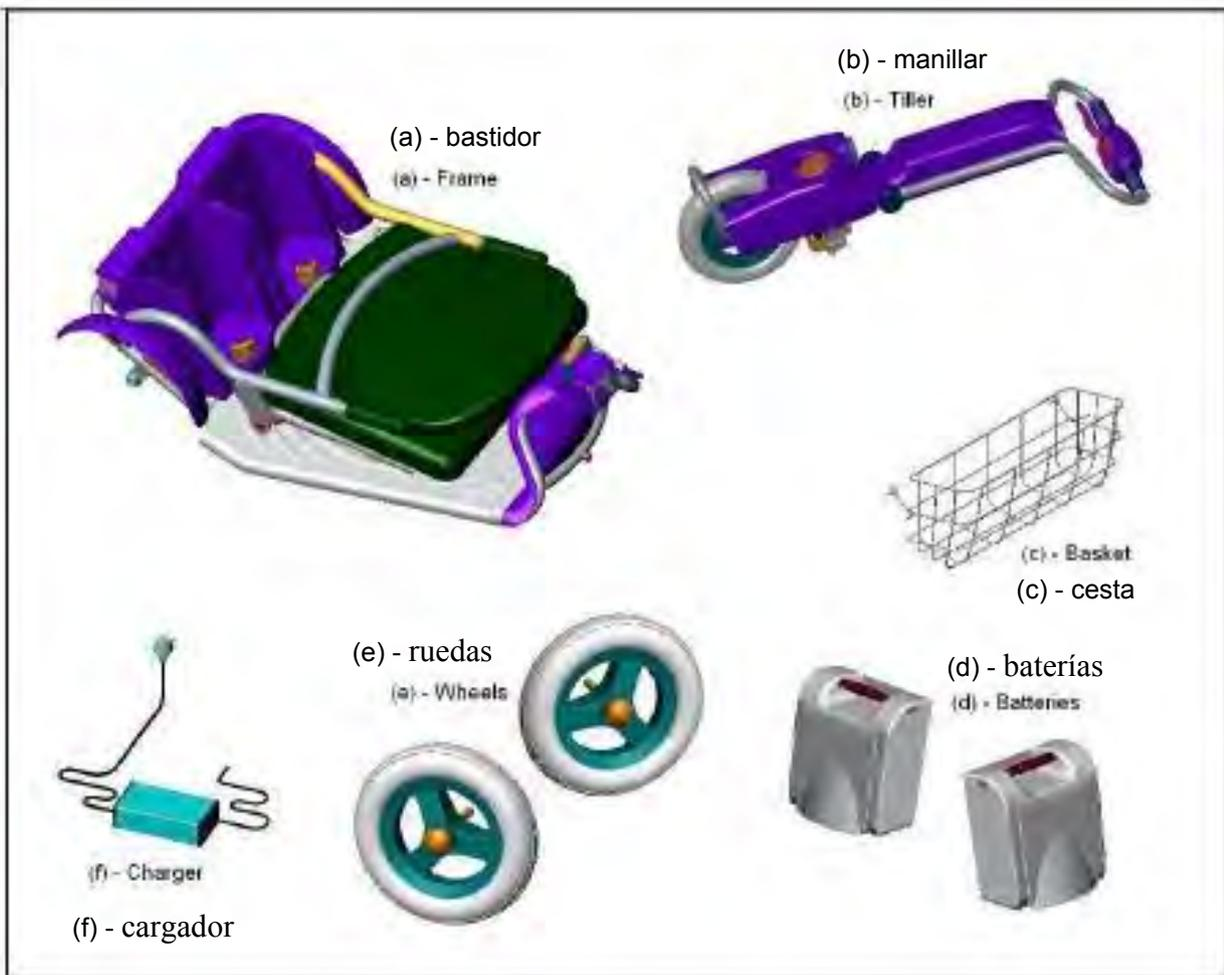

Figura 1
- Abra la tapa y retire todas las piezas de la caja, tenga cuidado al levantar algunas las partes más pesadas. Coloque todas las piezas en el suelo y retire la caja vacía, debe encontrar las siguientes piezas (véase figura 1):
Las ruedas traseras (e - en figura 1) son para ser montados sobre el bastidor (A- en figura 1).
El manillar (b - en figura 1) debe ser fijado al bastidor (a - en figura 1).